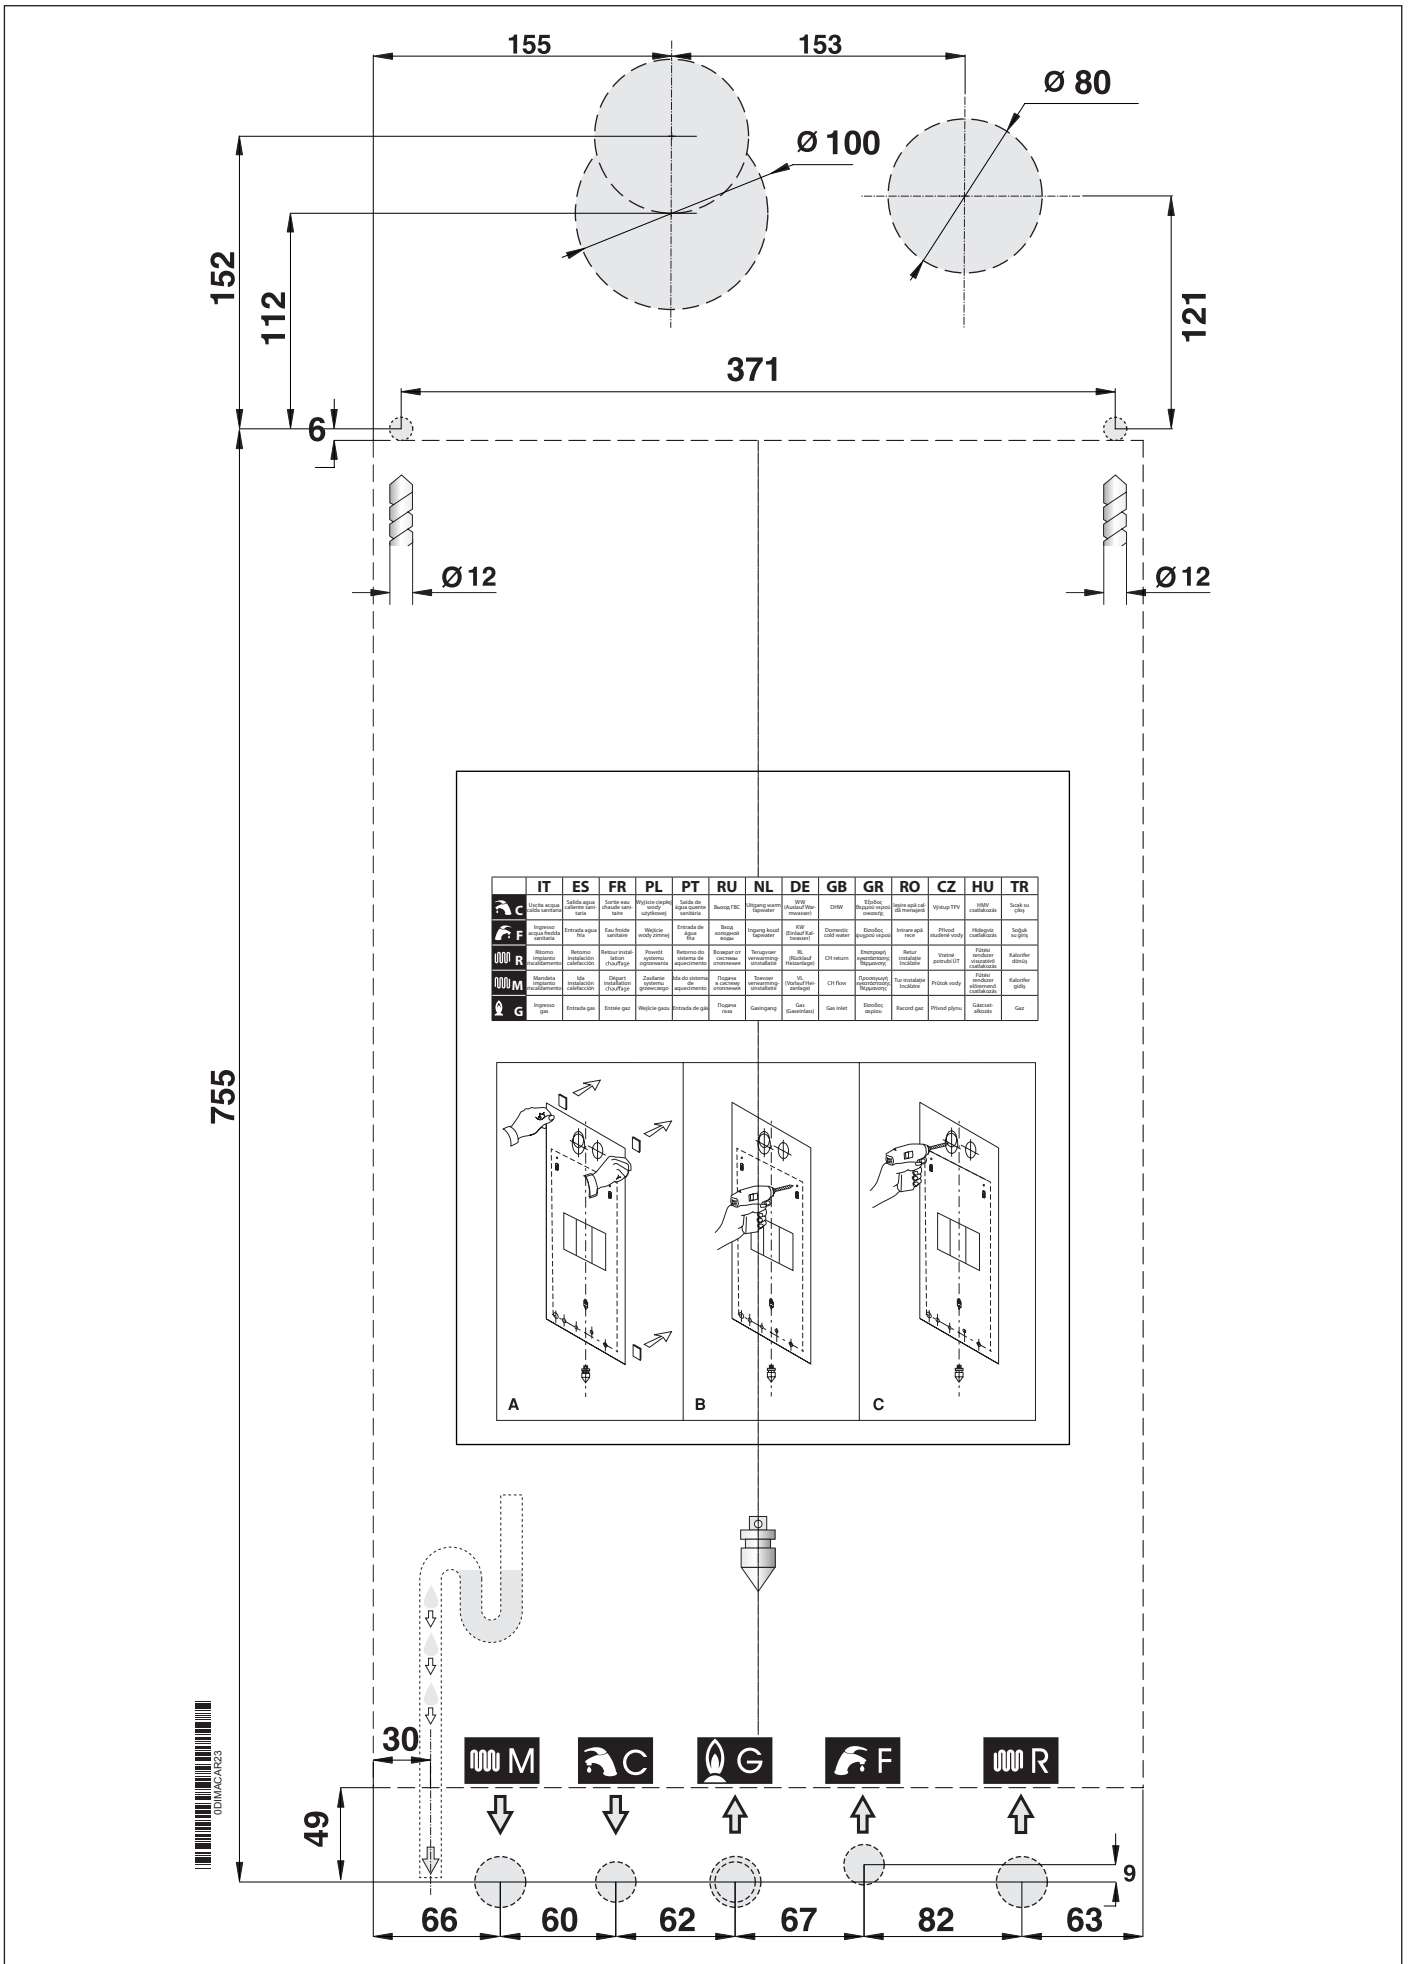

Fig. 8 Dima in carta
- la dima di fissaggio della caldaia al muro (Vedi Fig. 8 Dima in carta).
Ogni apparecchio è corredato di un'apposita dima in carta contenuta nell'imballo (vedi Fig. 8 Dima in carta).